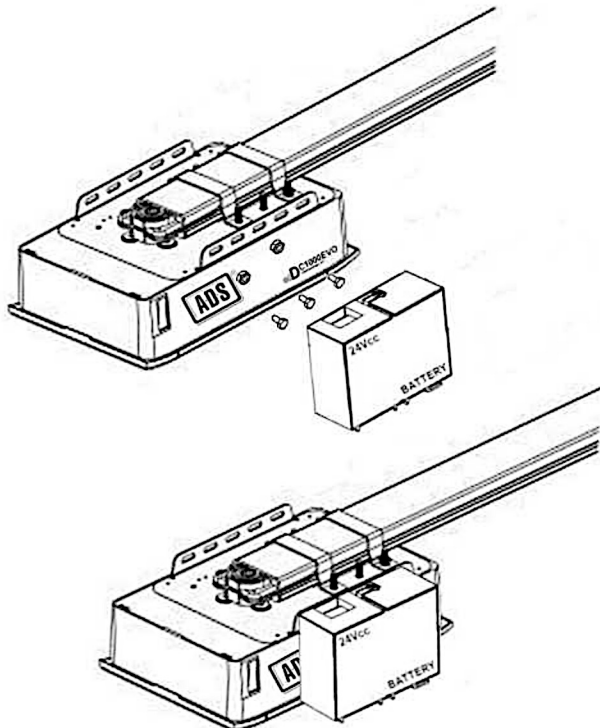

Fig. 16
1.Ensamble la Batería de Respaldo y el Soporte de la Batería como en la imagen, fije con los Tornillos suministrados. (Fig.16)